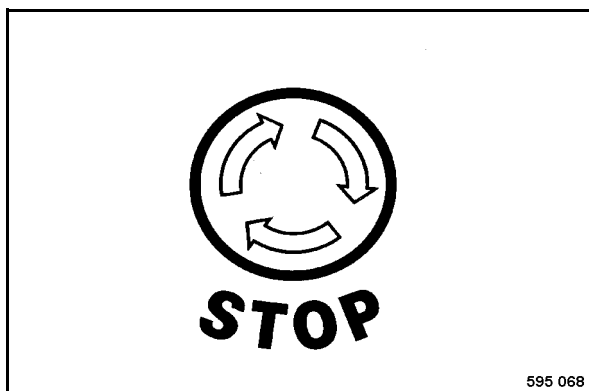

Fig. 69
- Enfoncer à fond le bouton de l'interrupteur (Fig. 69) ; celui-ci se verrouille automatiquement en butée.